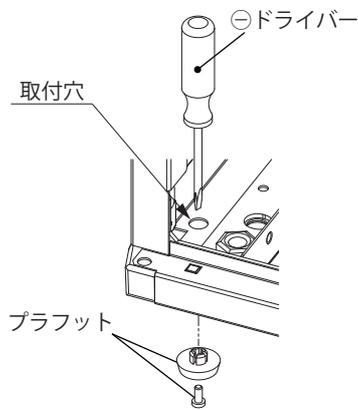

図1
1. ラック本体底面の取付穴にあるプラフット(4か所)を⊖ドライバーなどを利用し、ラック内側からプラフットの中央部を押し取り外してください。(図1)